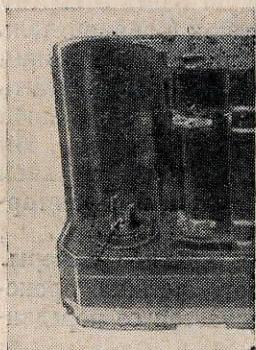

Рис. 122. Фрикционная вилка приемной катушки
**Приемная катушка.** Для устранения неисправности в системе приемной катушки поступают следующим образом. Вывинчивают винт, крепящий вилку фрикционной передачи (рис. 122), извлекают спиральную пружину, удаляют скопление пыли и масла, промывают пружину и
ней передачи (рис. 122), извлекают спиральную пружину, удаляют скопление пыли и масла, промывают пружину и